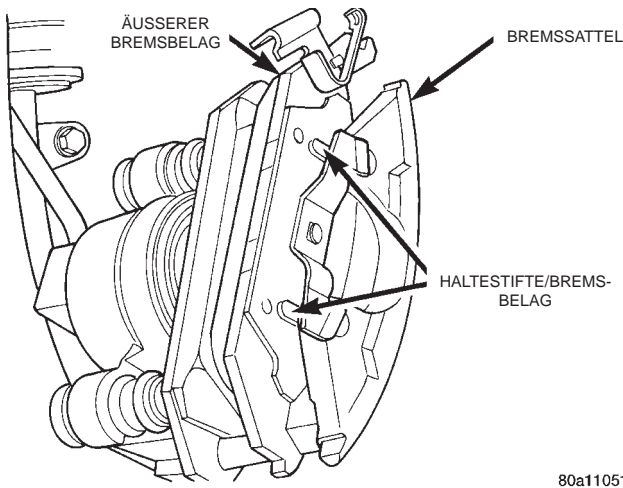

Abb. 51 Äußeren Bremsbelag ausbauen/einbauen
(8) Zum Ausbauen den äußeren Bremsbelag nach innen drücken, bis die Haltestifte am Bremsbelag die entsprechenden Bohrungen im Bremssattel freigeben (Abb. 51); dann den Bremsbelag vom Bremssattel abschieben.
(6) Den neuen äußeren Bremsbelag auf den Bremssattel aufschieben (Abb. 51).